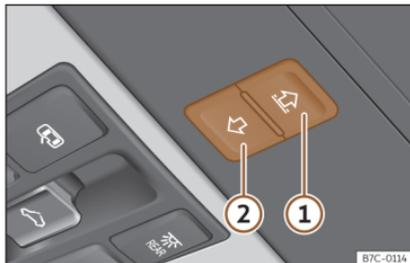

Fig. 85 Nel rivestimento interno del tettuccio: tasti della tendina parasole.
I tasti **>>>** **fig. 85** **1** e **2** presentano due livelli. Nel primo livello è possibile aprire o chiudere la tendina parasole, completamente o parzialmente.
- *Tendina parasole*: nei 5 secondi successivi dall'attivazione della funzione anti-trappola, premere il tasto»» fig. 85 Ⓣ finché la tendina non si sarà chiusa completamente.